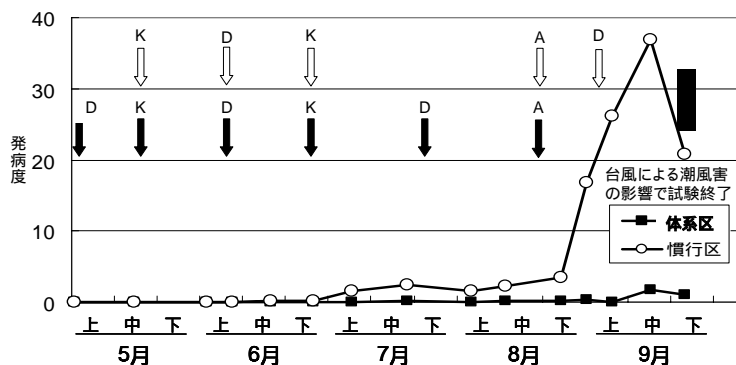

図2 アスパラガス褐斑病発病度の推移(諫早市,2006)
- 2 . 褐斑病に対する薬剤防除開始時期は、立茎開始 2 ~ 3 週間後が有効であり、その後は 20 ~ 30 日間隔で散布すると本病の発生を抑制できる (表 2 , 図 2) 。
- 3 . これらを組み合わせることにより、収穫期間中の本病の発生を低く抑えることができる (図 2) 。